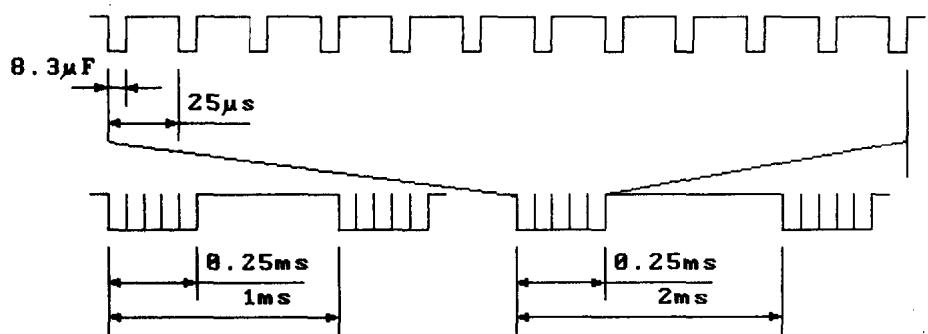

图 1-2-2 调制码及载波
- 发射的控制信号采用脉冲位置调制 (PPM), 其中“0”码是占空比为 1/4 的负脉冲, “1”码是占空比为 1/8 的负脉冲, 参见图 1-2-2。电路设计了在负脉冲期驱动红外线发光二极管, 所以这种编码方式使平均驱动电流降低为原值的 1/4 和 1/8。负脉冲调制在 40kHz 或 38kHz 的载波上。